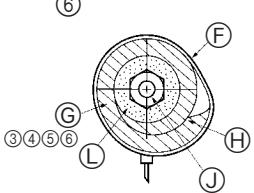

Fig. 7-3
⑤ Doorsnede van de aansluiting (Fig. 7-3)
⑥ Band ⑨
⑦ Pijpafdekkingen ③ ④ ⑤ ⑥
⑧ Aandraaien
⑩ Thermische isolatie voor koelpijpen
⑪ Koelpijpen